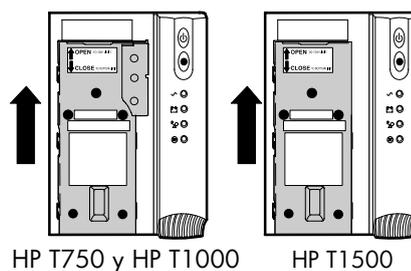

Figura 19 Cómo Retirar la Cubierta de la Batería
- 3 Deslícelo hacia arriba y retire la cubierta metálica de la batería (consulte Figura 19).